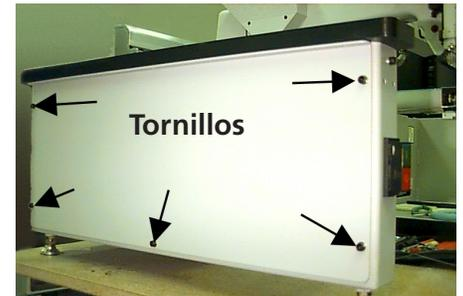

Figura 1-12
2. Quiten las cubiertas laterales; hay 5 tornillos que sostienen cada cubierta lateral en su sitio (vean la Figura 1-12). Utilicen la llave para tornillos de cabeza Phillips #2, incluida en la caja de herramientas del operador, para quitar los tornillos.
2. Quiten las cubiertas laterales; hay 5 tornillos que sostienen cada cubierta lateral en su sitio (vean la Figura 1-12). Utilicen el destornillador para tornillos de cabeza Phillips #2, incluido en la caja de herramientas del operador, para quitar los tornillos.